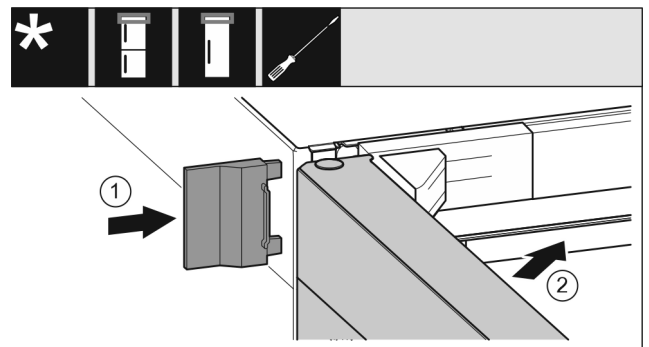

Fig. 22
- ▶ Äußere Abdeckung aufschieben. Fig. 22 (1)
- ▶ Obere Tür schließen. Fig. 22 (2)